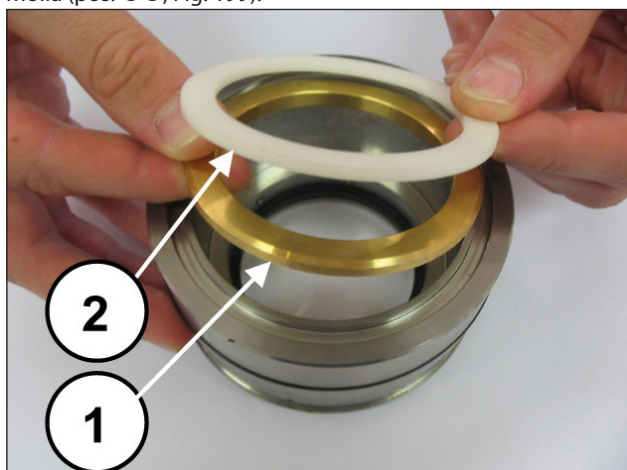
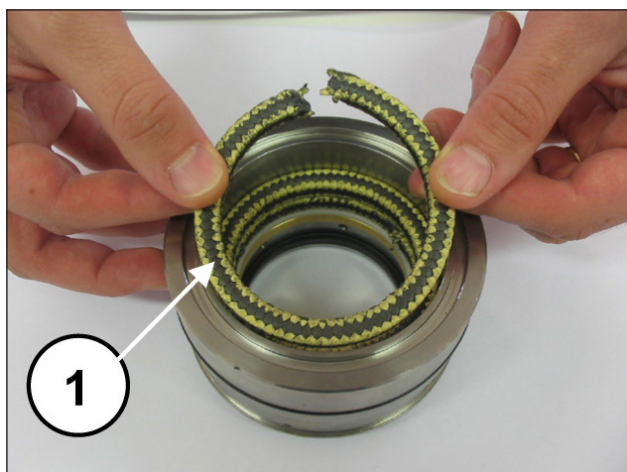
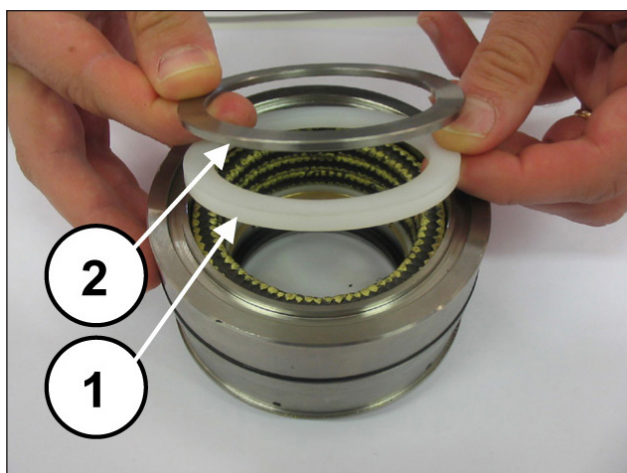

Fig. 197
Fig. 198
Fig. 199
Montare l'anello di supporto e l'anello antiestrusione (pos. ①②, Fig. 197), i tre anelli tenuta KC ponendo attenzione affinché gli intagli vengano a trovarsi a 120° l'uno dall'altro (pos. ①, Fig. 198), l'anello raschiatore tenuta KC e l'anello per molla (pos. ①②, Fig. 199).